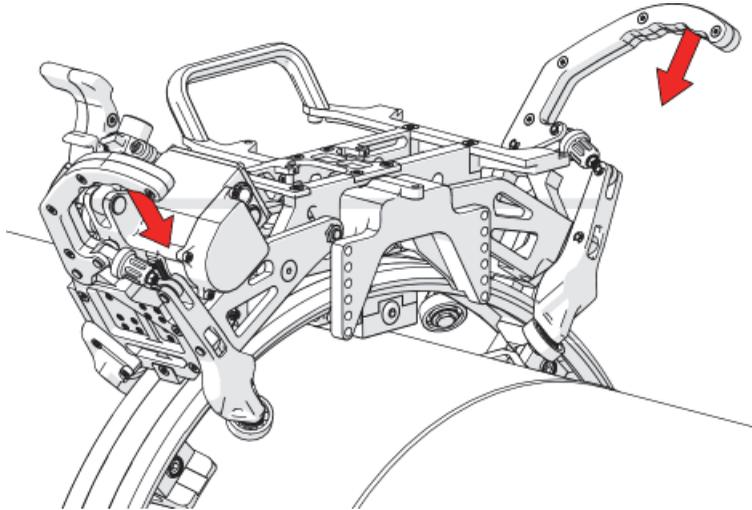

Figure 1-34 Verrouillage des leviers des brides de serrage
4. Abaissez les leviers des brides de serrage pour verrouiller les brides sur la bande (Figure 1-34 à la page 53).